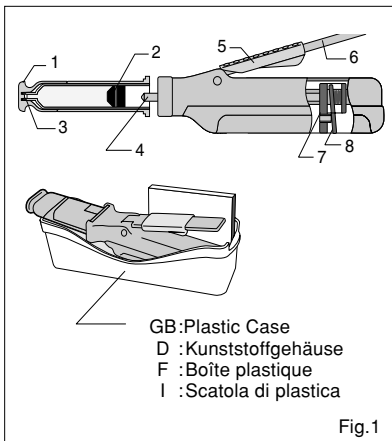

Fig.1
7. Slide block 8. Release lever (Fig.1)
6. Hebel 7. Sperrhebel 8. Lösehebel (Fig.1)